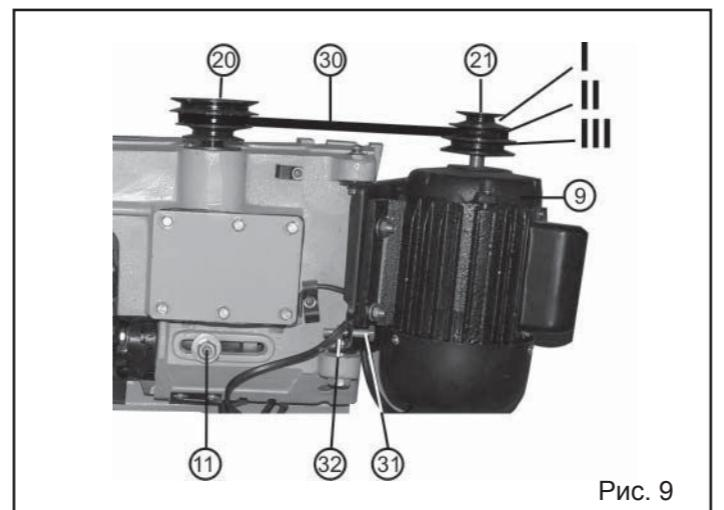

Рис. 9
9.1. Регулировка скорости движения пильной ленты, установка и натяжение ремня (Рис. 9)
9.1.5. На Рис.9 ремённый привод ленточной пилы изображён для наглядности без кожуха привода.